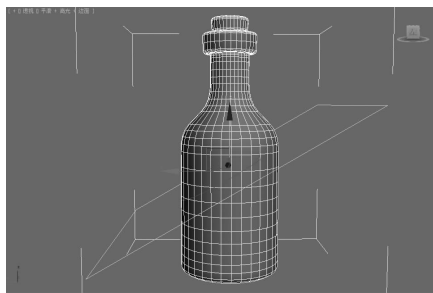

图 5-23 切片平面 ▲
- 切片平面:单击该按钮,视图中的对象上会出现一个切片平面,可以通过这个平面将当前选中的子对象分离出去。如图 5-23 所示,在物体的表面上有一个切片平面。